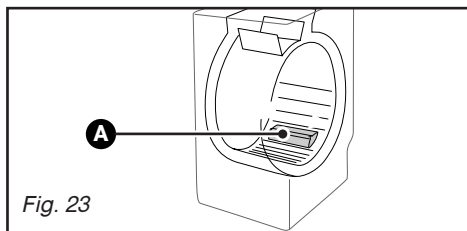

Fig. 23
– ouvrez les portillons du tambour. Au fond de ce dernier vous voyez apparaître une pièce en plastique **A** (Fig. 23)